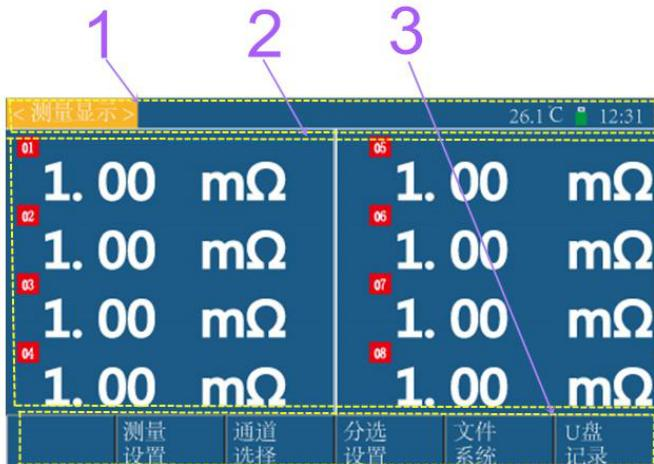

图2-3后端测量显示界面
〈后端测量显示〉界面显示的内容被划分成如下的显示区域。见图2-3后端测量显示界面所示。
**操作：**仪器开机后会自动进入〈测量显示〉界面；或在任意界面下按下 [DISP] 菜单键，〈测量显示〉页面也将显示在屏幕上。如图 2-3 所示。